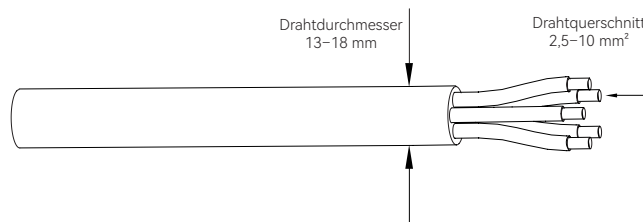

Abbildung 5-4
- ② Wählen Sie gemäß Abbildung 5-4 ein geeignetes Kabel aus, entfernen Sie 50 mm der Isolierhülle des Wechselstromkabels 50 mm und isolieren Sie das Ende der 3L/PE/N Leiter 8 mm ab.